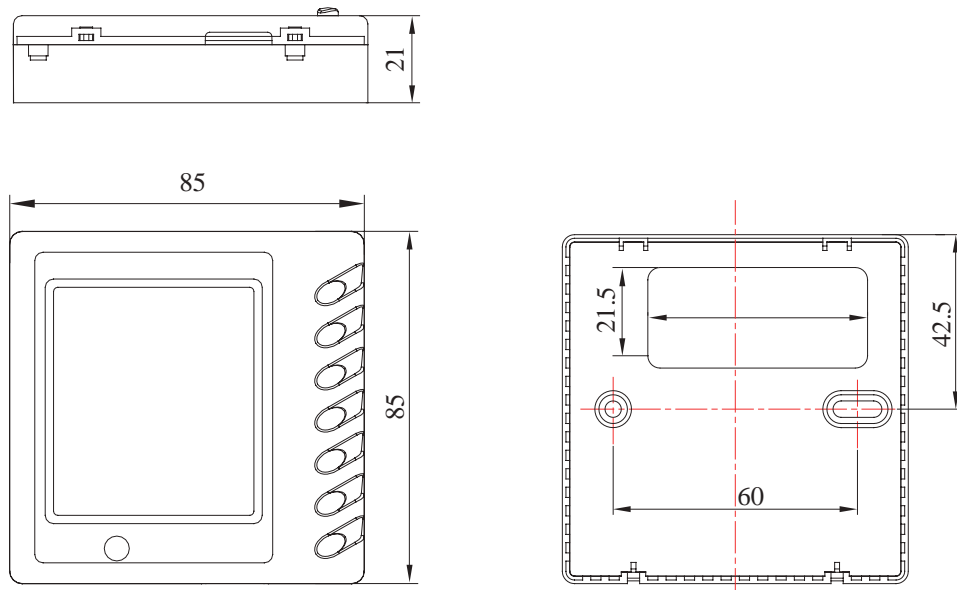

Рис. 7.11
7.5.3.2 Габаритные и установочные размеры пульты Z60351F (Z63351F) (Рис. 7.11).